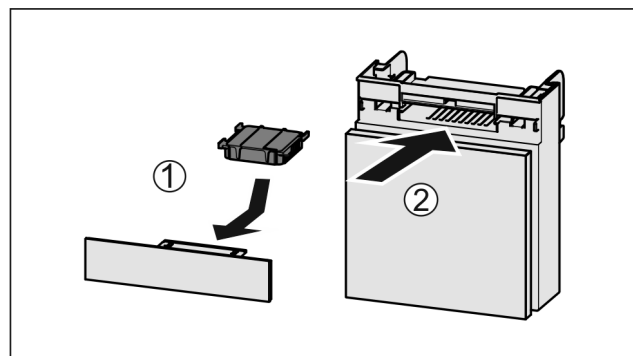

Fig. 135
- Anbring aktivkulfilteret som vis på billedet Fig. 135 (1).
- Skub rummet ind Fig. 135 (2).